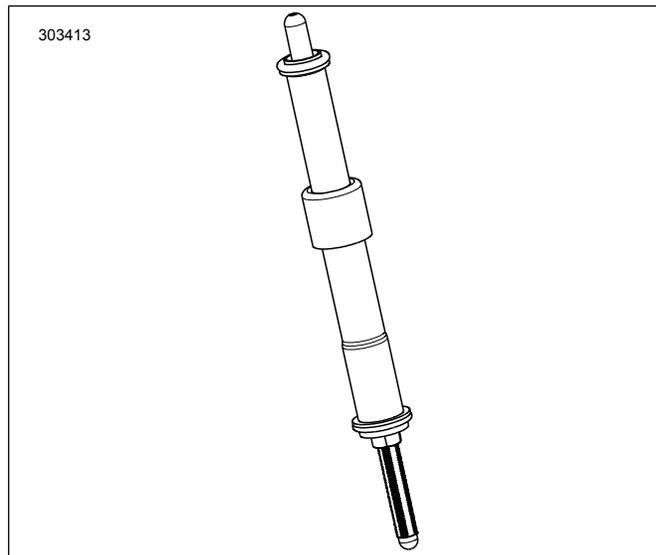

Figura 2. Varilla de empuje instalada en la cubierta de la varilla de empuje
7. Consulte la Figura 2. Instale las varillas de empuje de admisión en las cubiertas de varillas de empuje.